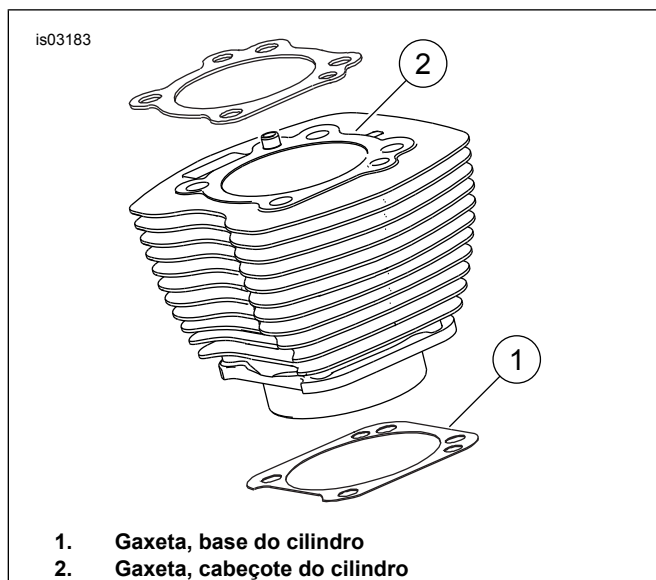

Figura 1. Gaxetas dos cilindros
- Veja Figura 1 . A gaxeta da base do cilindro de 103 mm (4.060 in) (1) e a gaxeta do cabeçote do cilindro (2) eliminam a necessidade de anéis de vedação "o-ring". Não use anéis de vedação "o-ring" em pinos de encaixe do cilindro ou em bicos do cilindro.
- Ao instalar a nova gaxeta da base (1), instale-a com o lado com o ressalto para baixo e o lado côncavo para cima.